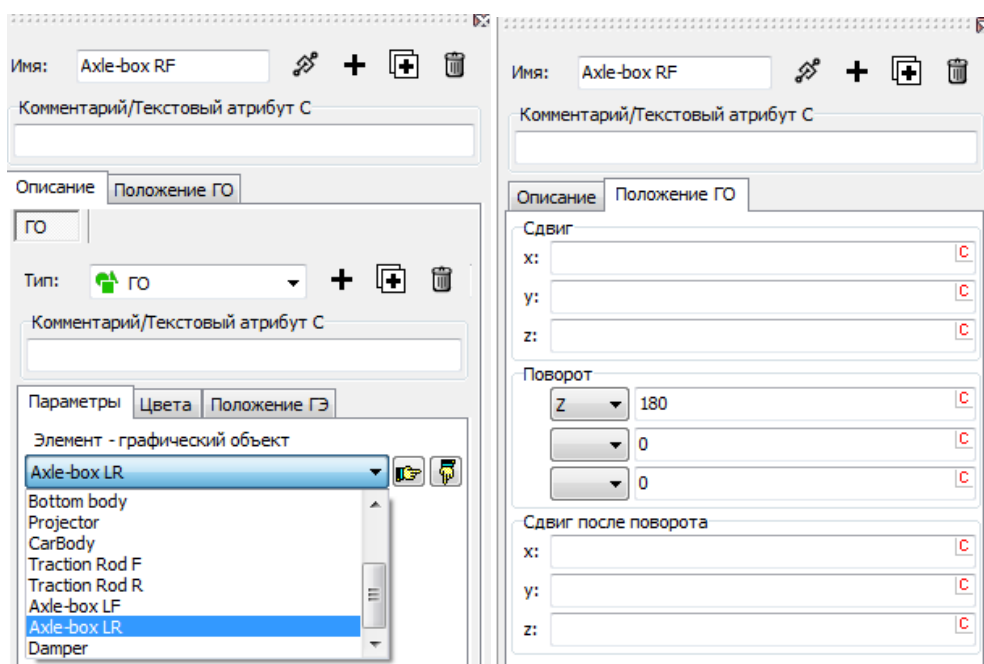

Рис. 2.11. Создание образа правой передней буксы путём поворота ГО левой задней буксы
- Выберите тип ГЭ: **ГО**, то есть ссылка на один из уже существующих графических объектов. Из выпадающего списка выберите **Axle-box LR**, рис. 2.11, слева
На вкладке **Положение ГЭ** разверните образ на 180 градусов вокруг вертикальной оси, рис. 2.11, справа.